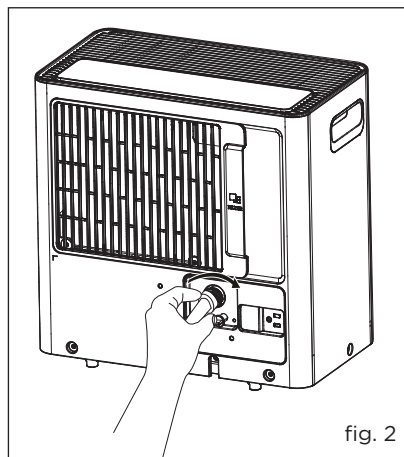

fig. 2
d. Vissez le tuyau de jardin à la portion fileté du connecteur de purge. (fig. 2)